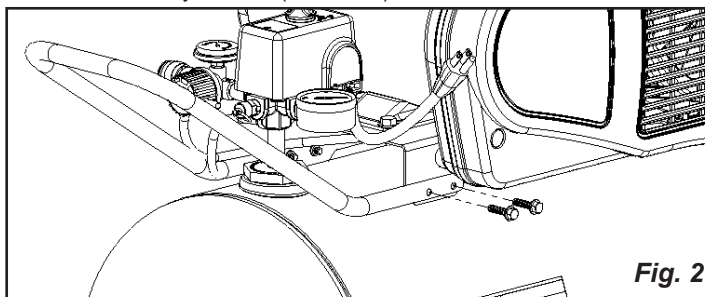

Fig. 2
- Attachez la poignée au compresseur, comme indiqué dans la Fig 2.